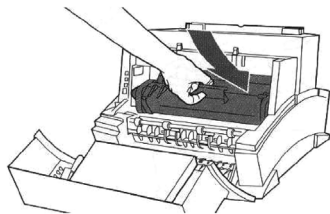

图 2-37 将感光鼓放回打印机
④ 握住感光鼓的把手（使箭头面向打印机）并向下滑动，将其放回到打印机。将感光鼓两端滑进打印机的黑色塑料槽内，并使劲推它使其到位，然后关上打印机盖，如图 2-37 所示。